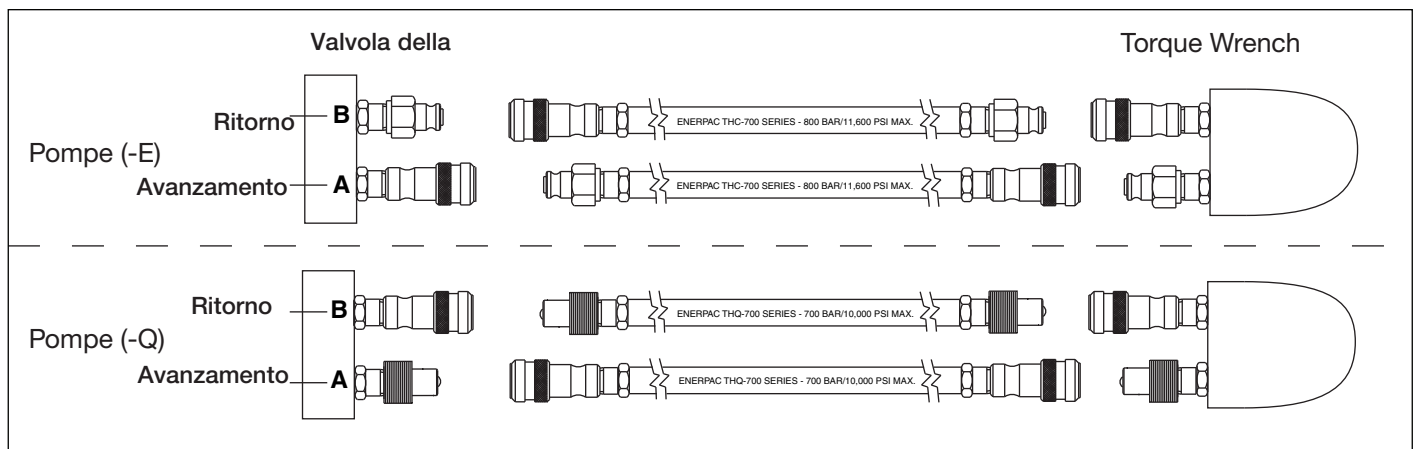

Figura 5, Dettagli del tubo flessibile
Collegare i tubi flessibili come descritto per il vostro tipo di pompa (-E) oppure (-Q). Fare riferimento alla Figura 5.
2. Pompa tipo (-Q) per l'uso con le chiavi torsiometriche Enerpac S e W ed altre marche: Usare tubi flessibili marchiati "Enerpac THQ-700 series - 700 bar/10,000 psi max." Gli accoppiatori debbono essere polarizzati come in Figura 5 per il corretto funzionamento della chiave. Accertarsi che gli accoppiatori siano completamente accoppiati e stretti prima del funzionamento. Un inserimento solo parziale dell'accoppiatore impedirà il corretto funzionamento della chiave.